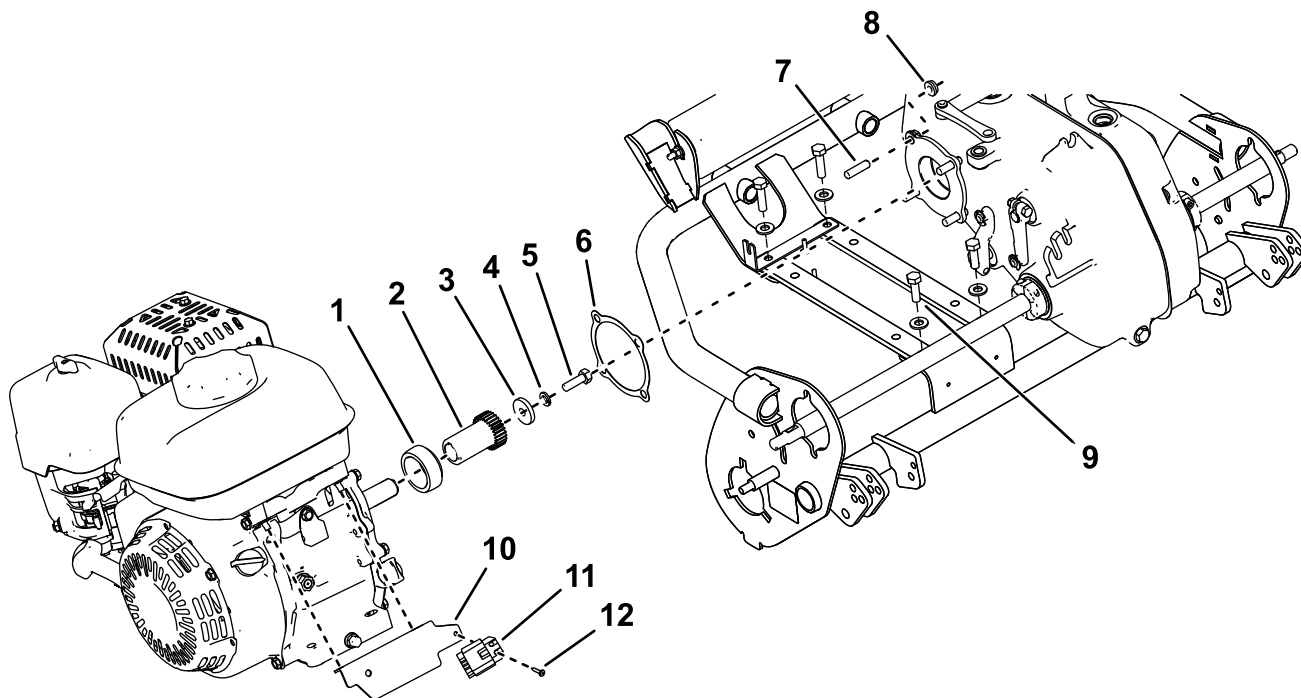

图8
2. 卸下并丢弃将发动机安装到齿轮箱的螺母 图8。
- 将中等强度可清除防松螺纹油如蓝色 Loctite® 242 乐泰胶涂在新固定螺丝的螺纹上然后将其安装到发动机上 图8。
- 将之前卸下的发动机输出轴组件安装到发动机 图8。
- 使用随附的自攻螺丝 图8将联锁模块安装到线束支架。
8. 使用之前卸下的螺母 图8将发动机安装到齿轮箱。